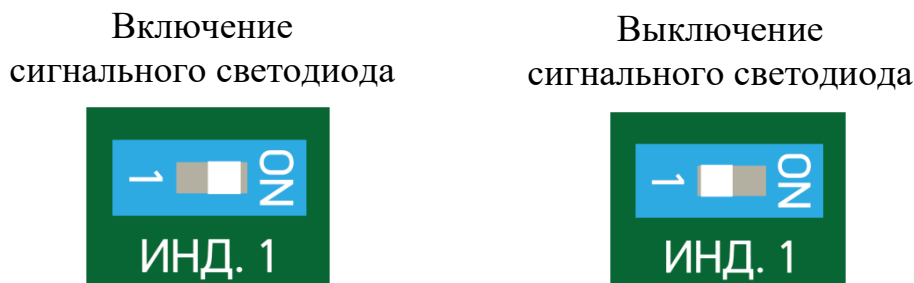

Рисунок 7.6
7.2.4.3 Включение сигнальных светодиодов осуществляют установкой флажка выключателей в правое положение (положение «ON») (рисунок 7.6). Выключение сигнальных светодиодов осуществляют установкой флажка выключателя в левое положение (положение «1»).